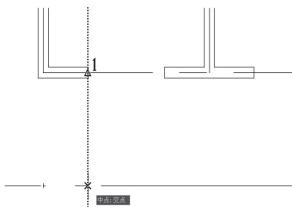

图 3.39 在辅助线上确定第二条尺寸界线原点
② 在**指定第二条尺寸界线原点**: 提示下, 捕捉 A 轴线和门窗洞口左侧的交点(1 处), 但不单击, 将光标轻轻地向下拖至辅助线上, 出现交点捕捉后(图 3.39)单击, 将该点作为线性标注的第二条尺寸界线的原点。